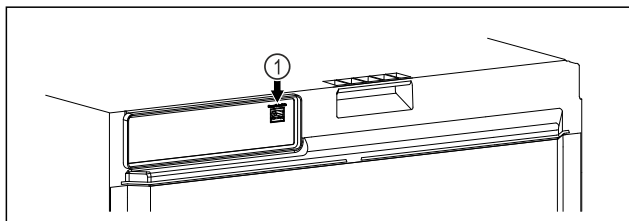

Fig. 110
- ☐ SmartModule Fig. 110 (1) встановлено.